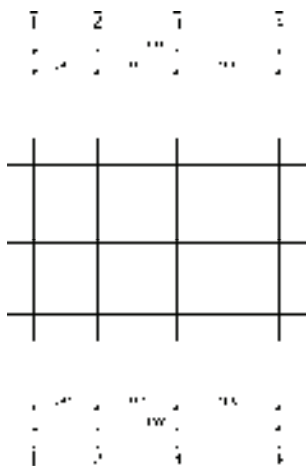

图 2-36 绘制开间尺寸标注
3) 在命令行提示“请选择起始轴线”时，点取第一根垂直轴线；提示“请选择终止轴线”时，点取第四根垂直轴线，绘制开间尺寸标注的结果如图 2-36 所示。